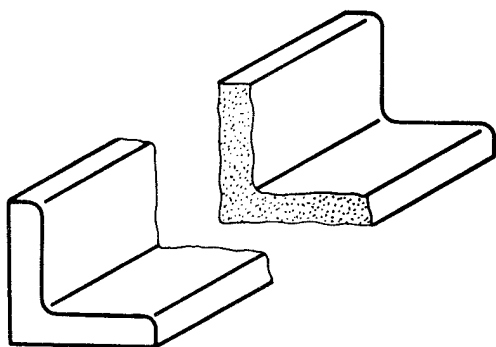

图 13
**2.5** 表示零件中间折断或局部断裂时，断裂处的边界线应画波浪线，并在可见断裂面内加画细点以代替剖面线（图 13、14）。